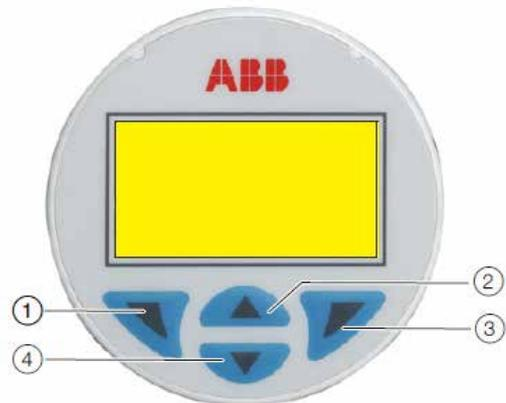

Рис. 4
В случае ошибки измерительного преобразователя или сбоя в работе ЖК ЧМИ может отображать специальные сообщения об ошибке/сбое в помощь пользователю при идентификации и разрешении проблемы. В случае аварийного сигнала в нижней части технологического дисплея появляется сообщение с иконкой и текстом. Для выведения на экран информационного уровня используйте клавишу (1) (рис. 4). Чтобы вывести на дисплей описание ошибки со вспомогательным текстом, используйте меню «Diagnostics» (Диагностика). В описании ошибки на второй строке